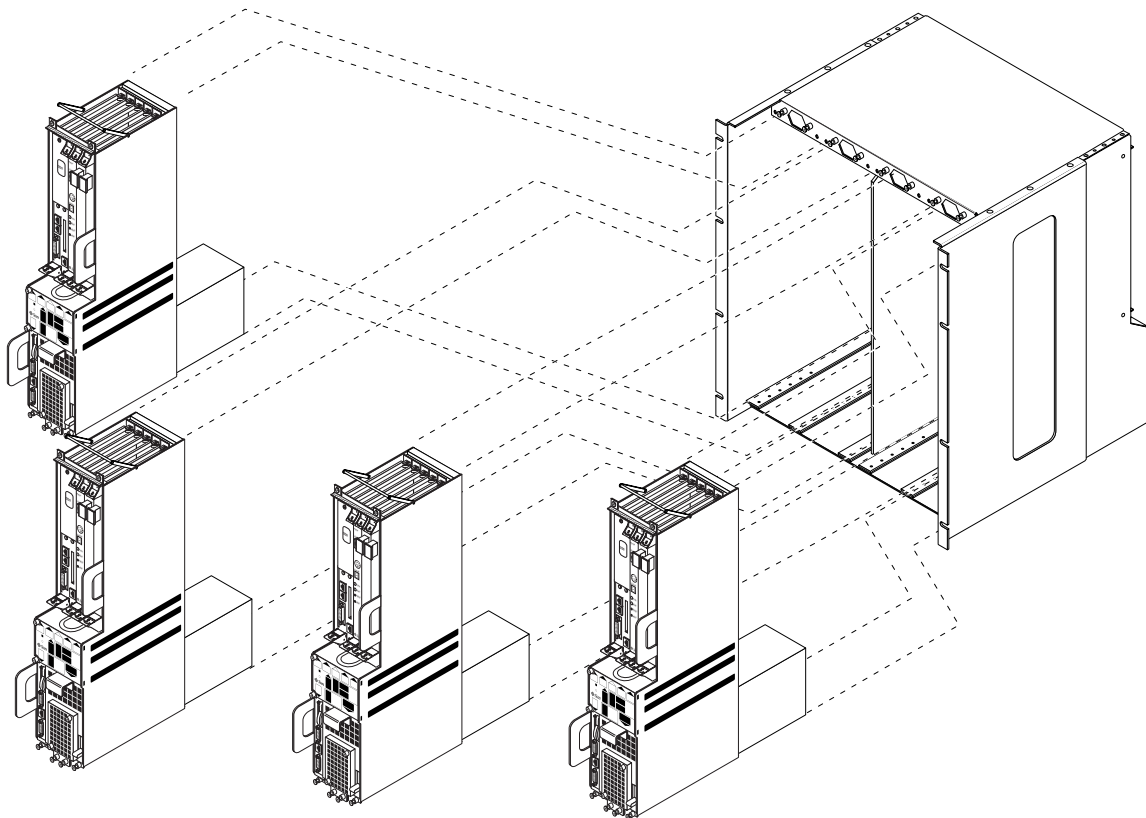

FIGURE 1-11 Quatre serveurs Netra ct 400 dans un châssis
- entre un et quatre serveurs Netra ct 400 (FIGURE 1-11),